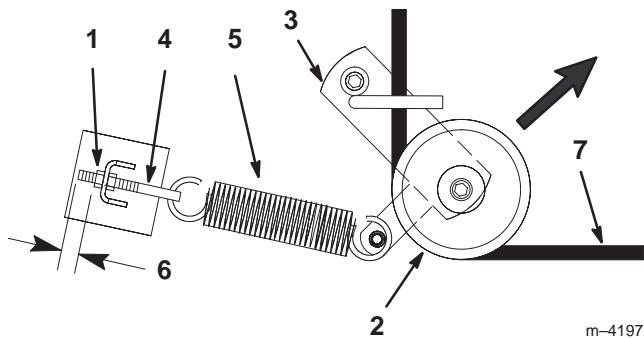

Bild 44
- Ziehen Sie die Spannscheibe in die in Bild 44 angegebene Richtung und rollen den Riemen von den Scheiben ab.
- Verlegen Sie den neuen Riemen um den Spannarm und um die Spannscheibe (Bild 44).
- Ziehen Sie die Spannscheibe in die in Bild 44 angegebene Richtung und verlegen den Riemen um die anderen Scheiben (Bild 45).
Hinweis: Kontrollieren Sie, dass die Länge des freien Gewindes an der Feder-Augenschraube 3 mm beträgt (Bild 44).